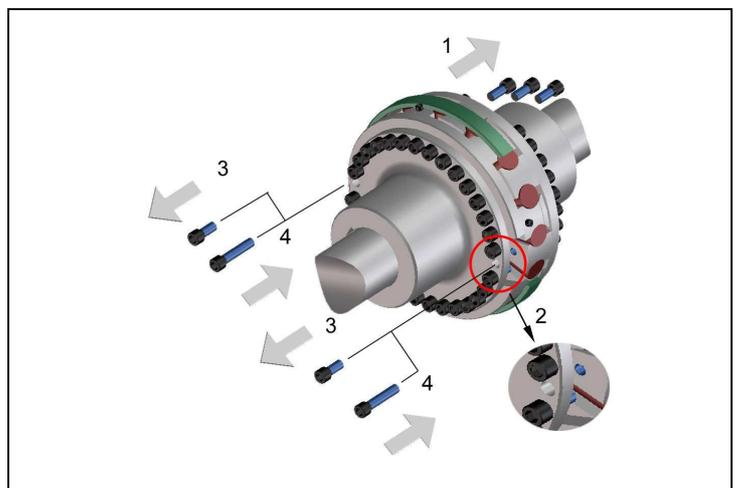

Bild 12
- Entfernen Sie vollständig die Zylinderschrauben einer Kupplungshälfte (Bild 12, Pos. 1). Damit wird der Klauenring von der Flanschnabe gelöst.
- Entfernen Sie die Zylinderschrauben an der anderen Kupplungshälfte gegenüber den stirnseitigen Gewinden in den Klauen des gelösten Rings (Bild 12, Pos. 2 und 3).
- Ziehen Sie den gelösten Klauenring mit längeren Spannschrauben (Bild 12, Pos. 4) axial aus seiner Zentrierung. Es muss ein Spalt zwischen Klauenring und Flanschnabe entstehen, so dass diese sich nicht mehr berühren.